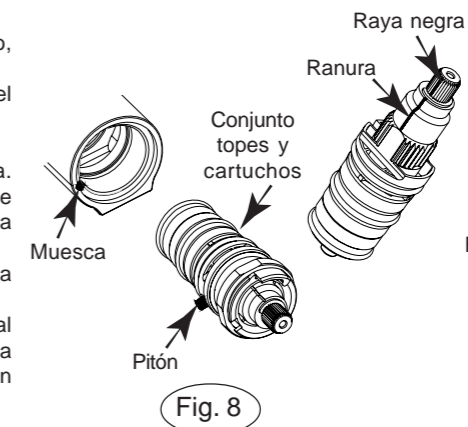

Fig. 8
- Ajustar el cartucho y los toques en el cuerpo, ajustando el pitón en la muesca (fig. 8)
- Asegurarse que la raya negra está correctamente alineada con la ranura (fig.8).